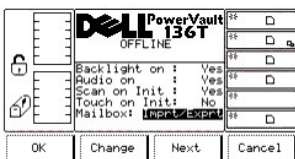

图 76. 设置 > 实用程序 > 配置 > 邮箱对话框
- 1 如果按下**下一个**软键下方的按钮，则列表中的下一个字段将成为活动字段。如果下一个字段是最后的字段，请参见图 76。